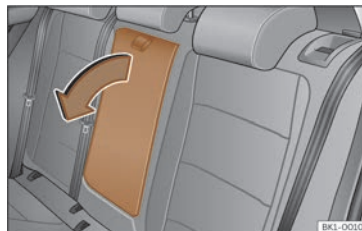

Fig. 105 Plierea cotierei centrale din spate (vedere schematică).
- Pentru a *coborî* cotiera, trageți chinga în direcția indicată de săgeată >>> **fig. 105**.